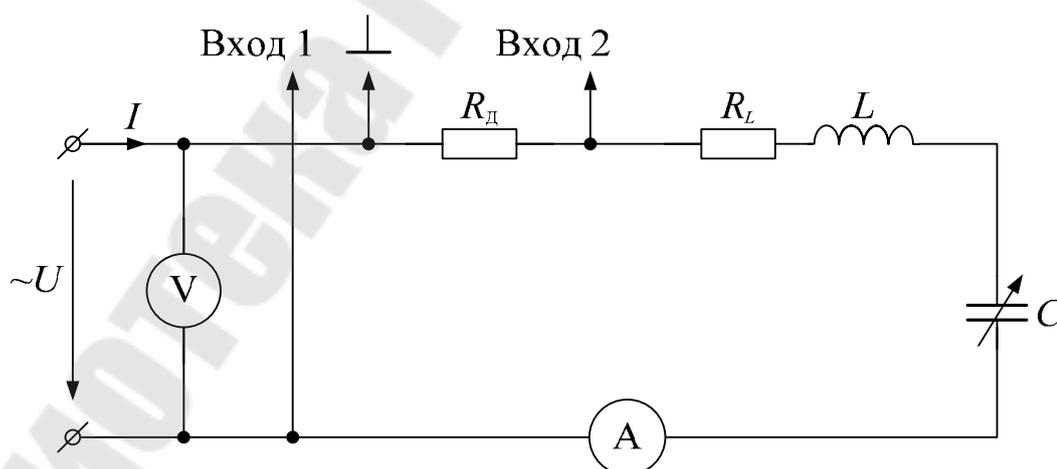

Рис. 5.3.
2. Собрать цепь по схеме рис. 5.3 и произвести измерения, заполнив таблицу 5.1. Построить осциллограммы входного напряжения и тока цепи при  $f = 0.5 f_{\text{рез}}$ ,  $f = f_{\text{рез}}$  и при  $f = 1.5 f_{\text{рез}}$ .